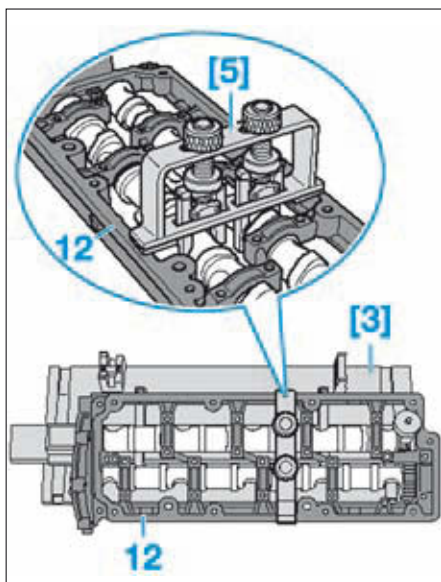

FIG. 75
- [5]. Outil de maintien des arbres à cames sur le carter supérieur (réf Audi : T40095) (Fig.75).
- Mettre en place l'outil [5] et caler les arbres à cames sur le carter supérieur (12) (Fig.75).